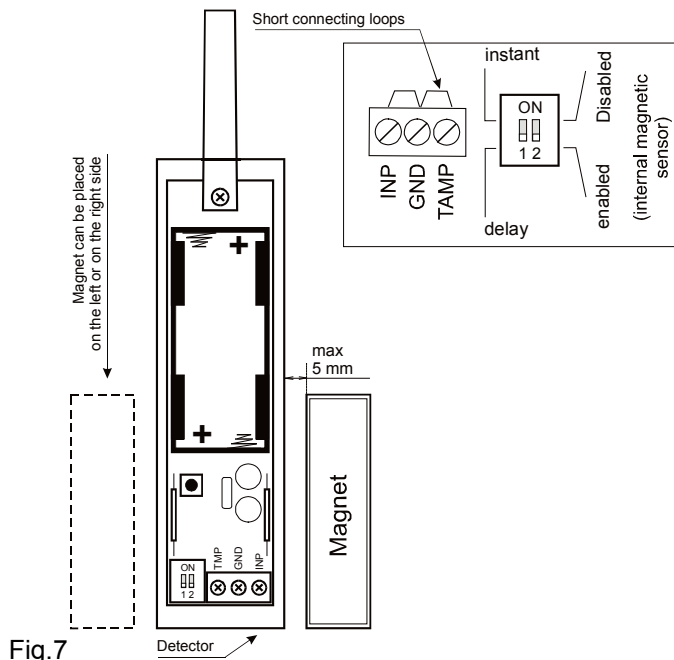

Fig.7
- Aprite il coperchio del rilevatore premendo la linguetta interna – vedi fig. 7
- Fissate il magnete, utilizzando le viti fornite, alla parte mobile della porta o della finestra, e fissate il suo coperchio. Lo spazio tra il rilevatore e il magnete non deve superare i 5mm quando la porta è chiusa (vedi fig. 7)
- Utilizzate l'interruttore DIP n. 1 per scegliere se la reazione del sistema all'apertura della porta debba essere istantanea o ritardata (porta d'entrata principale). L'interruttore n. 2 si deve trovare sulla posizione OFF. Vedi fig. 7.